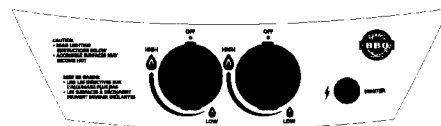

FIG. 6
- Chaque brûleur est contrôlé par une valve indépendante du panneau de commande (voir fig. 6).